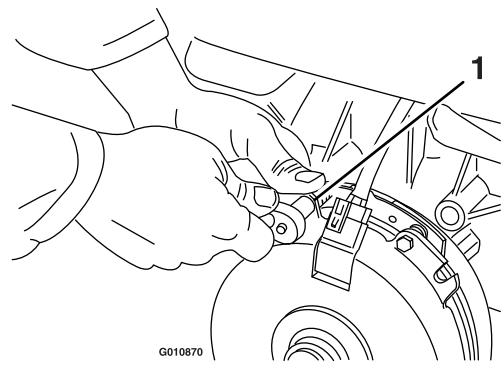

Bild 71
- A. Lösen Sie die beiden Befestigungsschrauben der Bremse um eine halbe bis ganze Umdrehung, wie in Bild 71 abgebildet.